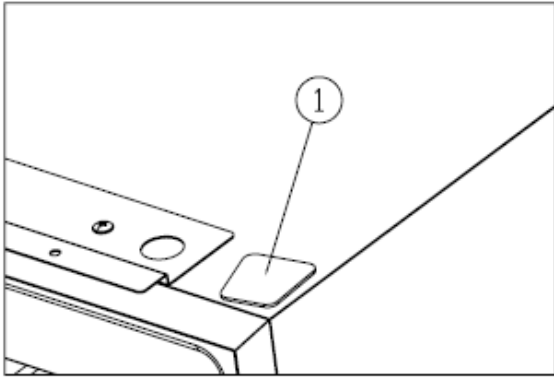

Figura 4
- ✧ Instale a tampa germinadora ①.[Figura 4]